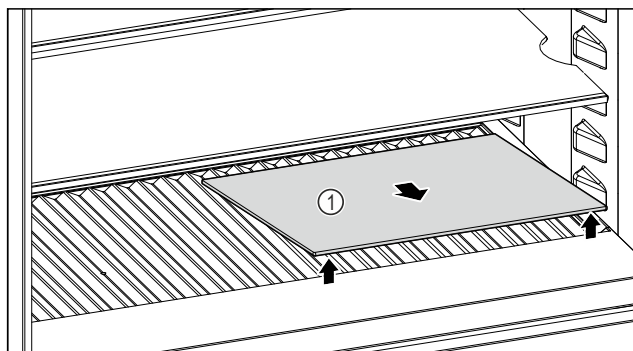

Fig. 254
- Sollevare il ripiano di vetro Fig. 254 (1) dall'incavo anteriore e rimuoverlo.
- Conservare il ripiano di vetro Fig. 254 (1) fuori dall'apparecchio in un luogo sicuro.